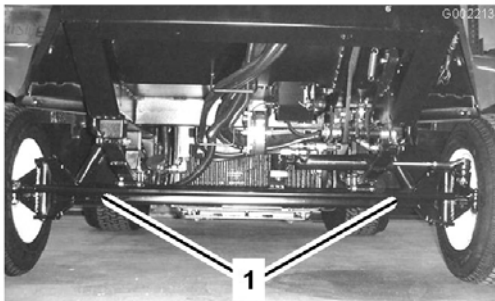
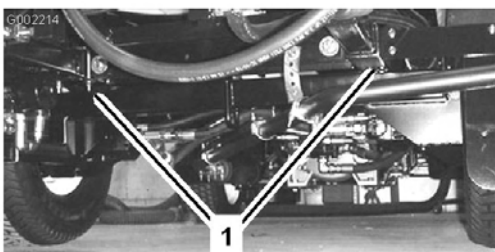

Figura 27
Figura 28
2. Coloque um cabo de reboque na estrutura. Veja os pontos de reboque dianteiros e traseiros nas Figuras Figura 27 e Figura 28.